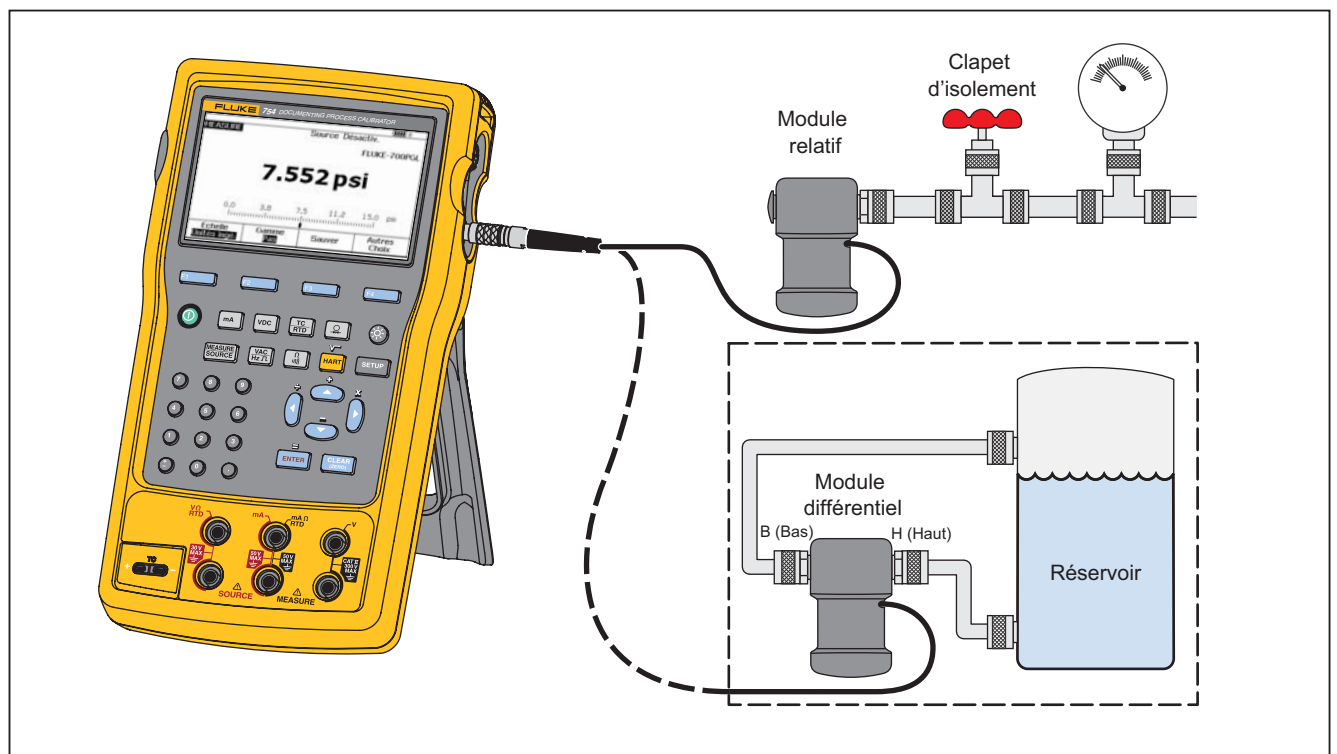

Figure 14. Connexions pour mesures électriques
Raccordez un module de pression à l'appareil, comme l'illustre la Figure 14. Les embouts filetés des modules de pression acceptent les raccords de tuyau standard de 1/4 NPT. Utilisez au besoin l'adaptateur fourni 1/4 NPT - 1/4 ISO.
7. Reliez le RTD aux jacks d'entrée comme l'indique l'écran ou la Figure 14. Utilisez le cavalier fourni entre le jack inférieur mA Ω RTD MEASURE et le jack inférieur V MEASURE comme indiqué si vous utilisez une connexion à 3F.